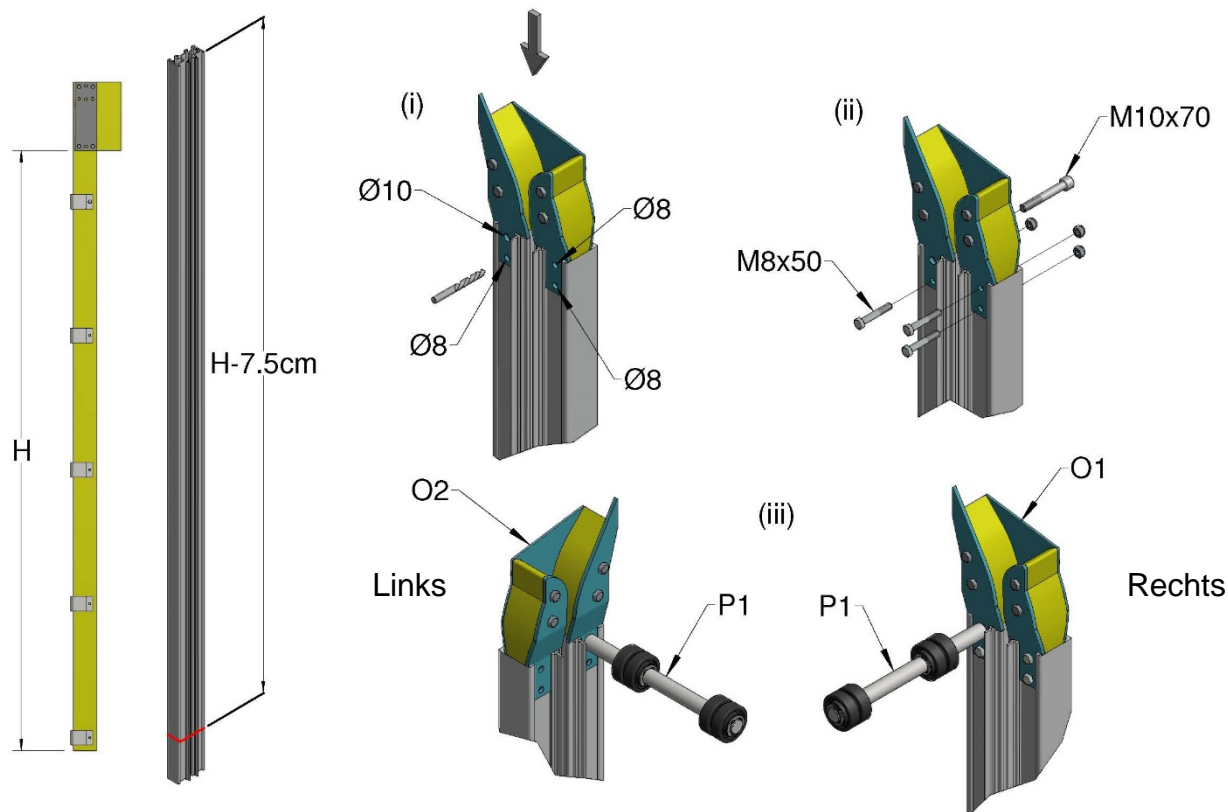

Abbildung 13, Vorbereitung der Schienen
12. Messen Sie die Höhe von der Unterkante der oberen Halterung bis zum Boden und schneiden Sie die Schiene gleichmäßig, wie in Abbildung 13 dargestellt, zurecht. Schneiden Sie die Unterseite der Schiene so, dass der sauberste Schnitt oben ist, um die Schienentrichter anzubringen.
Drücken Sie den Schienentrichter vollständig in die Oberseite der Schiene. Verwenden Sie dabei die Löcher in den Platten als Führungen. Bohren Sie, wie in Abbildung 13 dargestellt, drei 8-mm-Löcher durch die Schiene und fixieren Sie den Trichter mit den Schrauben vom Typ M8 x 50 und den entsprechenden Muttern. Bohren Sie das 10-mm-Loch und montieren Sie die Führungsrolle mit der Kopfschraube vom Typ M10 x 70.